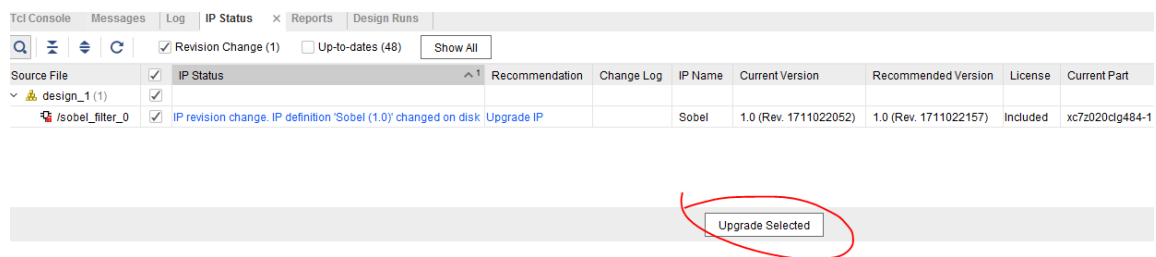

FIGURE 23 –
3. Cliquez sur *Upgrade Selected* (figure 23).